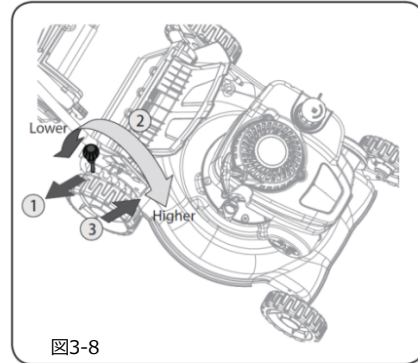

図3-8
2. レバーを動かして刈り取り高さを調整してください。図3-8 参照